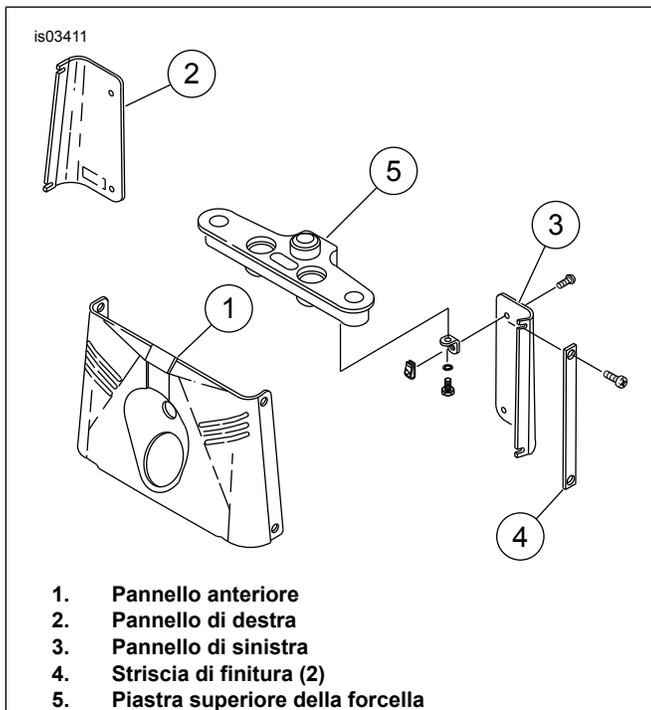

Figura 2. Pannelli della forcella
6. Vedere Figura 2. Rimuovere le viti che fissano le strisce di finitura (4), i pannelli laterali posteriori (2, 3) ed il pannello anteriore (1). Rimuovere i pannelli. Quando si rimuovono i pannelli, rimuovere con attenzione dal pannello posteriore destro i morsetti di posizionamento della tubazione del freno. **Non** aprire la tubazione del freno.